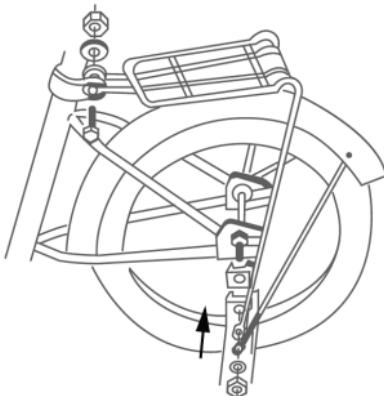

Figura 11
1. Instale ruedas auxiliares. (Figura 11)